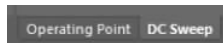

图 3-17 选择 DC Sweep 标签
- (1) 运行 Spice 仿真后,弹出消息对话框,关闭该对话框。
- (2) 自动打开 PCB_Project1.sdf 文件。如图 3-17 所示,在该文件下有两个标签：一个是 Operating Point (操作点)；另一个是 DC Sweep (DC 扫描)。单击 DC